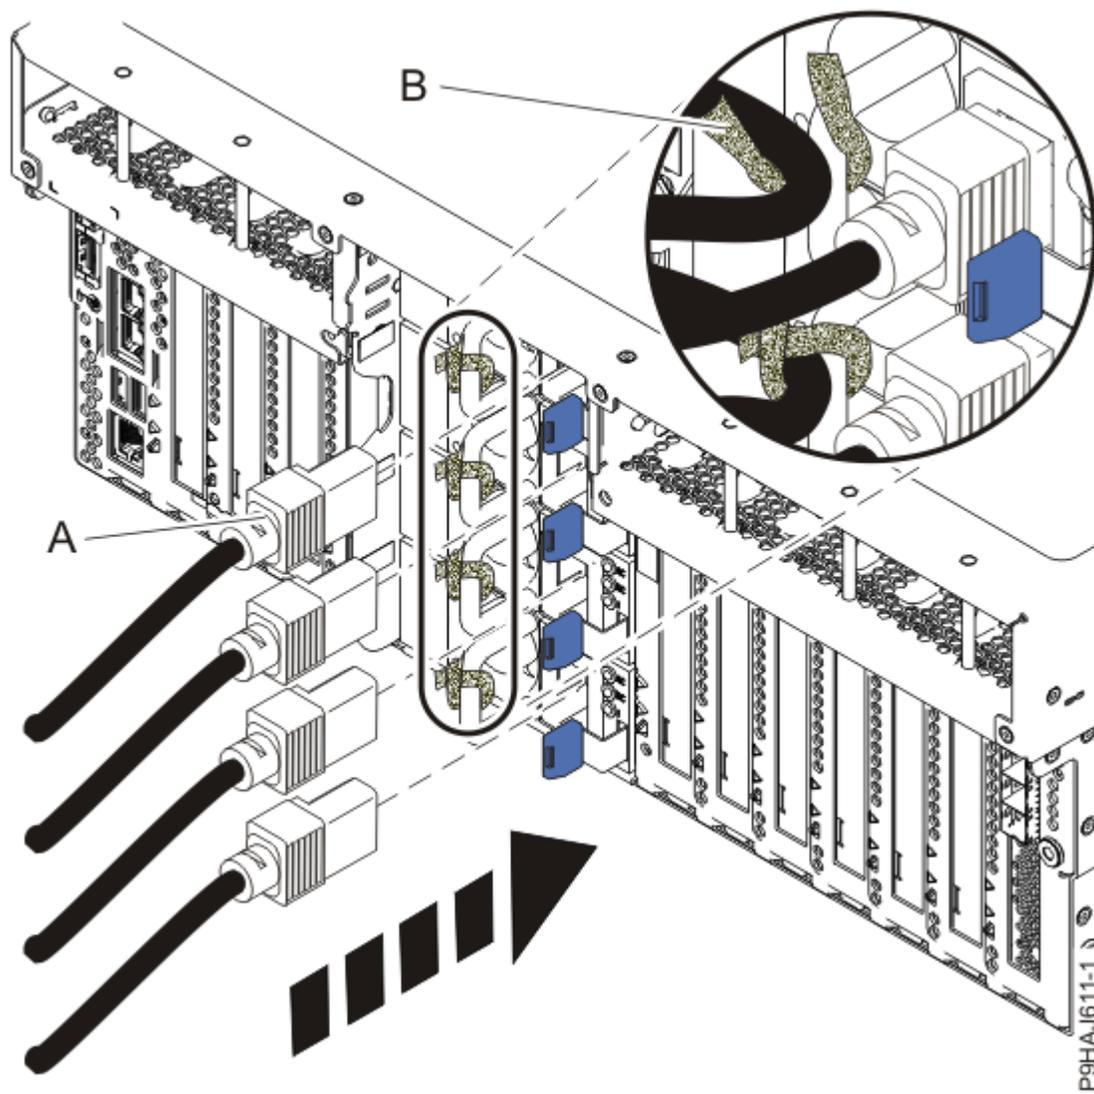
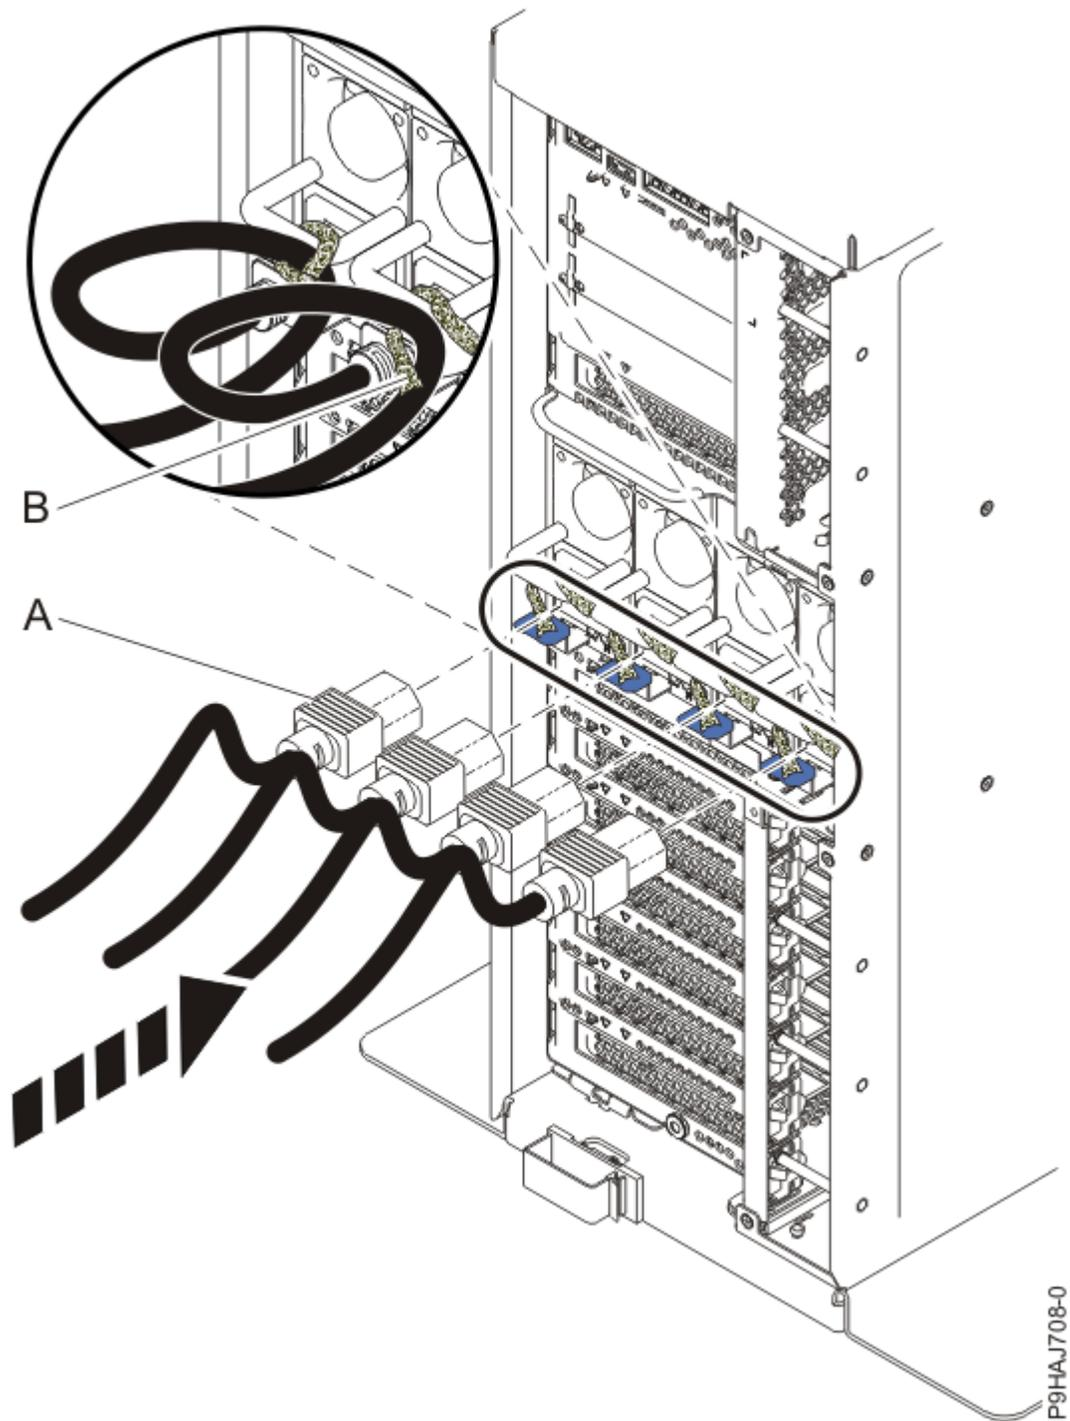

図 41. ラック・マウント型システムへの電源コードの接続
図 42. スタンドアロン・システムへの電源コードの接続
5. ラベルを使用して、電源コード (A) をシステム装置に再接続します。
面ファスナー (B) を使用して電源コード (A) をシステムに固定します (47 ページの図 41 または 48 ページの図 42 を参照)。